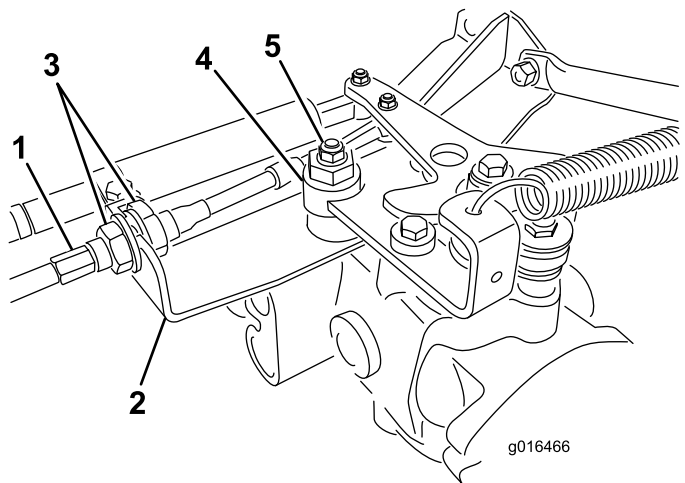

Figura 41
- A. Liberte as porcas de bloqueio que fixam o cabo de controlo de tração ao anteparo do hidróstato (Figura 41). Certifique-se de que as porcas de bloqueio se encontram soltas de forma idêntica e o suficiente, de modo a permitir a operação de ajuste.
Nota: Liberte a porca que fixa o disco excêntrico ao cimo do hidróstato (Figura 41).
- E. Quando a roda deixar de rodar, aperte a porca, bloqueando deste modo o disco excêntrico e fixando a posição de ajuste (Figura 41).
- G. Aperte uniformemente as porcas que se encontram em cada um dos lados do anteparo, fixando deste modo o cabo de tração ao anteparo (Figura 41). Não rode o cabo.